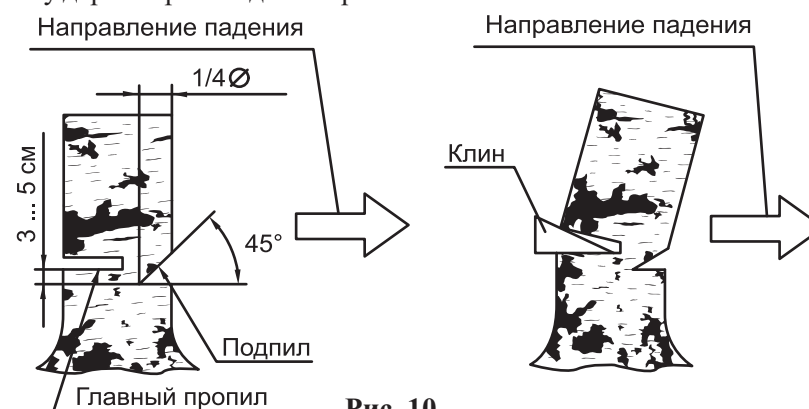

Рис. 10
1) Выполните подпил на четверть диаметра ствола со стороны предполагаемого направления падения (рис. 10). Верхний пропил должен быть произведен под углом около  $45^\circ$ , нижний – горизонтально, таким образом, чтобы он пересекся с верхним и не был ниже него.
2) Выполните чуть выше основной пропил со стороны, противоположной подпилу, на глубину  $\frac{3}{4}$  толщины ствола, обязательно оставив небольшой недопил (рис. 10).